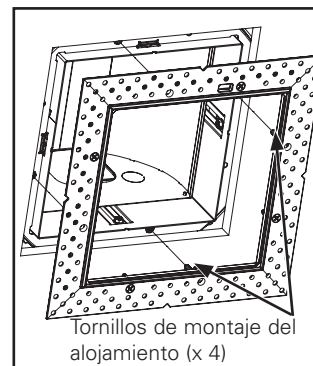

Figura 5.
4. Sujete el adaptador sin armazón al alojamiento usando los cuatro tornillos de montaje del alojamiento (Figura 5.). Siga ajustando los tornillos de montaje del alojamiento hasta que el marco perforado del adaptador sin armazón quede tocando la superficie del techo de manera suelta. NO lo atrape del todo en el techo en esta instancia.